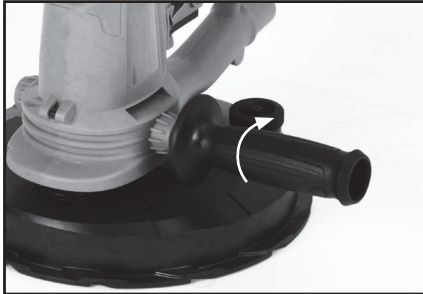

Fig. 1
- Attachez la poignée de maintien latérale à la machine en la vissant au bossage que vous préférez, sur la gauche ou sur la droite de la machine. (Fig. 1)